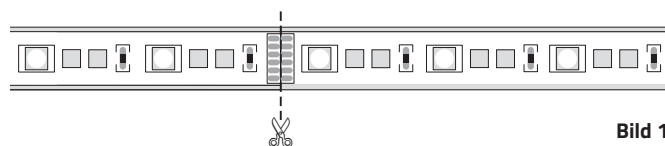

Bild 1
2. LED-Platine, falls erforderlich, kürzen (Bild 1).
LED-Platinen können jeweils nach **18** LEDs (12,5 cm) getrennt werden (Bild 1).